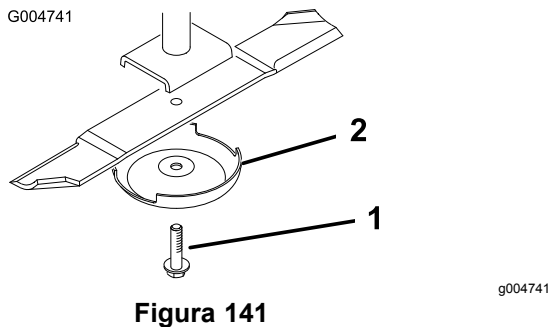

Figura 141
3. Retire o parafuso da lâmina, o recipiente antidanos e lâmina do eixo (Figura 141).